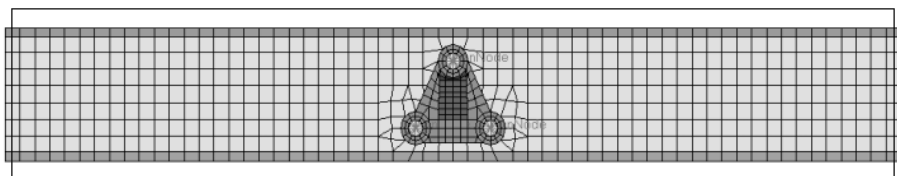

图 10-4 选择除 cradle 两端的节点
(1) 在工具栏中, 单击 XZ Right Plane view (按钮)。
(2) 单击黄色的 nodes 按钮并选择 by window。
(3) 选择除 cradle 两端的节点, 如图 10-4 所示。